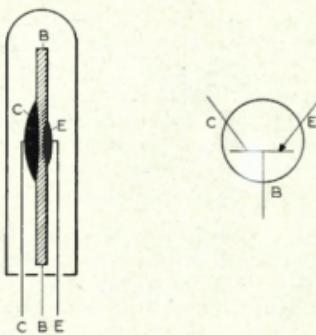

Fig. 10
La fig. 10 représente la coupe simplifiée d'un transistor. Il est composé d'une plaquette de cristal de germanium (B) appelée « base ».
Sur chaque face de cette base est soudée une pastille d'indium, l'une petite, appelée « émetteur » (E), l'autre plus grande (C) appelée « collecteur ». Le tout est monté à l'intérieur d'une capsule étanche, les 3 électrodes (base, émetteur et collecteur) étant prolongées à l'extérieur par un fil de connexion. L'image de droite de la fig. 10 est la représentation schématique d'un transistor. Quel est le principe qui permet d'utiliser un transistor comme interrupteur ? Si on insère un transistor dans un circuit électrique en le branchant par l'émetteur (E) au + et le collecteur (C) au —, le courant ne passe pas car la base (B) est isolante dans le sens E-C. Par contre, si l'on fait passer un autre courant entre l'émetteur (E) et la base (B), celle-ci devient conductrice et un courant peut passer entre l'émetteur et le collecteur dans le sens E-C. On voit donc que l'on peut à volonté fermer ou ouvrir un circuit électrique passant par E et C.